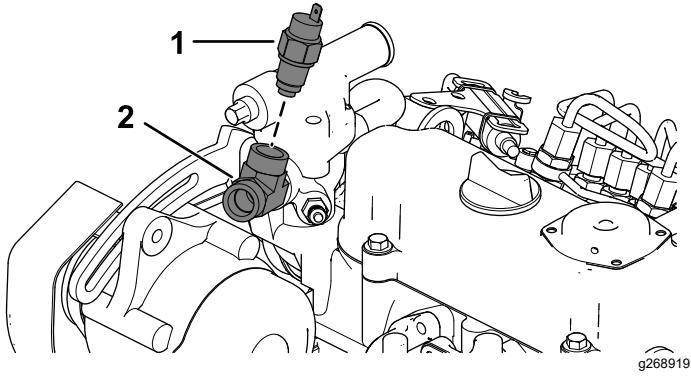

図 15
- B. 字フィッティングを取り付ける図 15。
- C. 温度スイッチを取り付ける図 15。